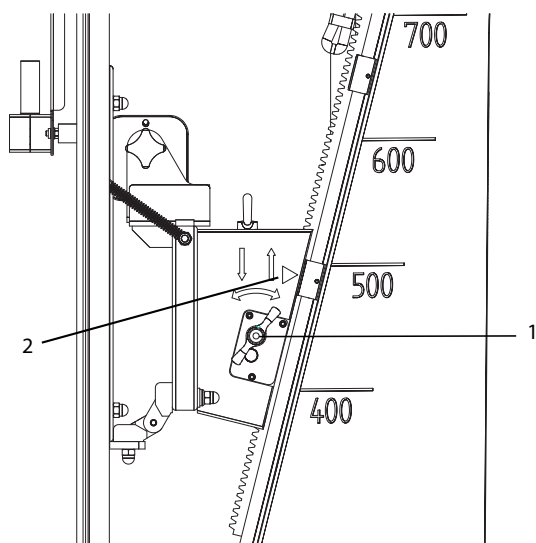

Fig. 9: Перемещение вверх
2. Поставьте фиксатор в положение "вниз" (поворот влево). См. также рис. 9.